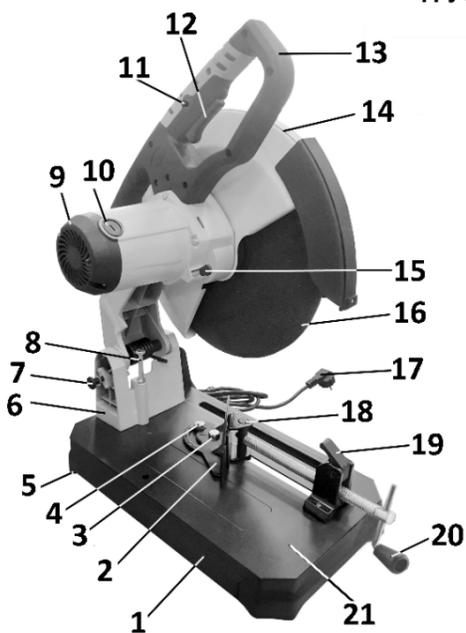

Рис. 2
ВНИМАНИЕ: Запрещается резко отпускать рабочую ручку (13). При полностью опущенной ручке (13) отрезной диск (16) не должен касаться стенок прорези рабочего стола (21) или поверхности опорной поверхности машины (верстака и т.д.), Рис. 2, 3.
11.1. Снятие отрезного круга (диска) (Рис. 2, 3, 6)
11.1.1. Переведите подвижный защитный кожух (25) в крайнее верхнее положение так чтобы освободить доступ к креплению отрезного диска (16). Нажмите и удерживайте блокиратор (15), Рис.2, проводя отрезной диск (16) до его блокирования.
12. ТЕХНИЧЕСКОЕ ОБСЛУЖИВАНИЕ (Рис. 2, 3)
Заменяйте угольные щетки, когда они изношены до 4,8 мм их длины. Щетки необходимо менять парами. Замену щеток для безопасной и надежной работы машины должен производить специалист. Для осмотра и замены щеток необходимо на двух противоположных сторонах электродвигателя (9) выкрутить две крышки щёткодержателя (10), извлечь щётки и при необходимости заменить, Рис. 2. Щетки необходимо менять парами (см. комплектность).
13. РЕКОМЕНДУЕМЫЕ ОТРЕЗНЫЕ КРУГИ (ДИСКИ) (Рис. 2, 3)
7. УСТРОЙСТВО (Рис. 2, 3)
Регулировка угла резания заготовки (Рис. 2, 3). Отключите машину, отсоедините вилку шнура питания от розетки электросети, ослабьте два установочных болта (3,4) поворотных губках тисков (2). Совместите отметку на рабочем столе (21) с выбранным показанием шкалы на поворотных губках (2) тисков (12). Закрепите губки тисков (2), надёжно закрутив болты (3,4). Проверьте, и при необходимости отрегулируйте и зафиксируйте положение упорного болта (8) ограничивающего опускание отрезного круга (16).
10. ОСНОВНЫЕ ОПЕРАЦИИ (Рис. 2, 3)
10.2. Как показано на Рис. 2 и 3, откиньте полугайку (19), переместите ходовой винт (24) в положение, достаточное для установки заготовки. Установите заготовку, опустите полугайку (19). Вращая до определённого усилия ходовой винт (24) за ручку (20), надёжно закрепите заготовку. При использовании длинных заготовок обеспечьте надёжную фиксированную опору по всей длине заготовки.